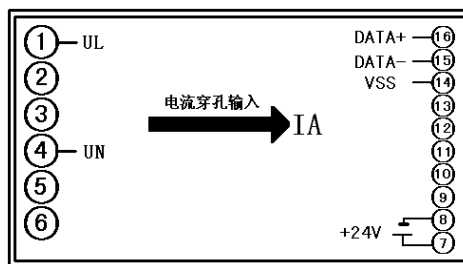

图 3.1.4 三隔离 S5 型产品 RS485 接口接线参考图
3.1.4.4 单相三隔离 S5 型产品接线参考图(电流穿孔输入， Φ 11mm，最大 100A)，见图 3.1.4